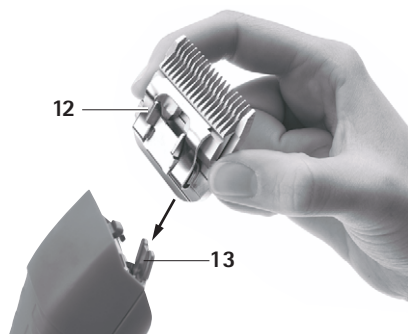

Fig. 2
- Inserire la testa di tosatura 12 sulla cerniera delle lame 13 aperta, vedere Fig. 2.
- Spingere leggermente la testa di tosatura 12 nella direzione della tosatrice FAV5 CL/FORTIS, vedere Fig. 2.